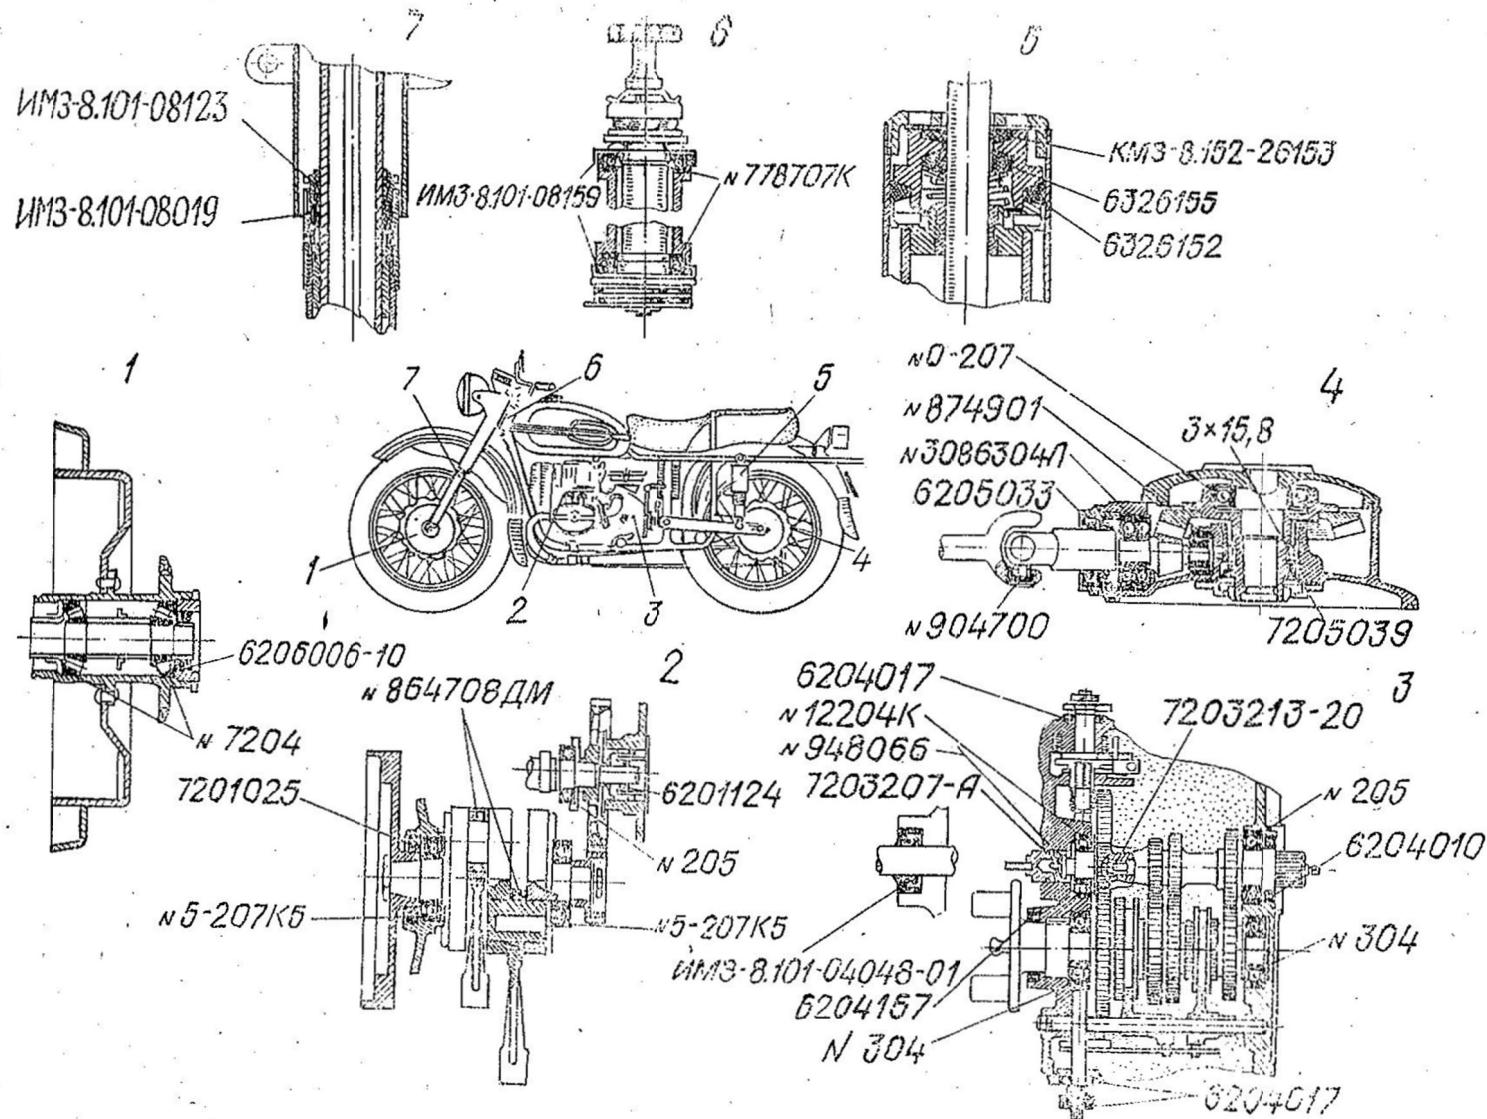

Рис. 33. Схема расположения подшипников и сальников
**Подшипники, установленные на мотоцикле (рис. 33)**
### Сальники, установленные на мотоцикле (см. рис. 33)